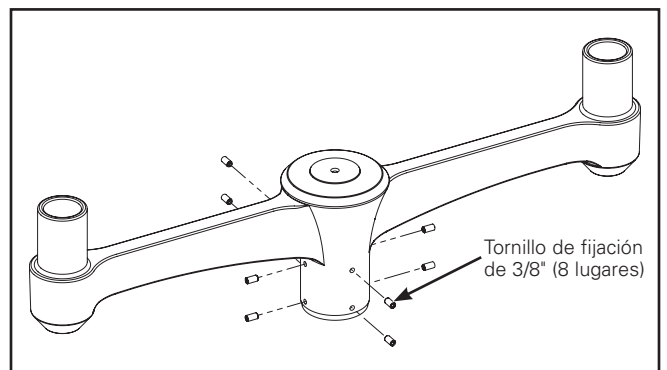

Figura 3.
6. Apriete los ocho (8) tornillos de fijación 3/8 - 16 (provistos) a 180 in-lbs. (Figura 3.)